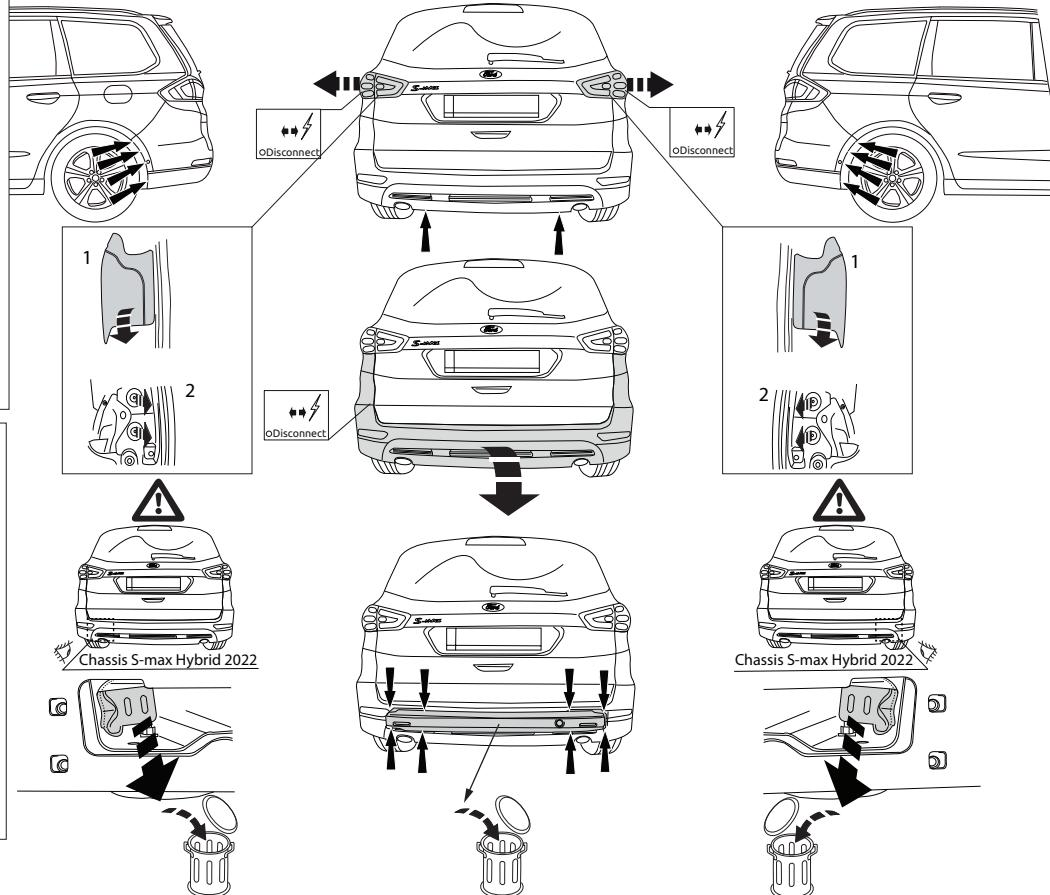

Fig.1
- 3 Снять оба блока задних фар. Снять бампер вместе со стальным буферным бруском автомобиля; буферный брус больше не понадобится. Поставить болты на место. См. рисунок 1.
См. рисунок 1 и 2.